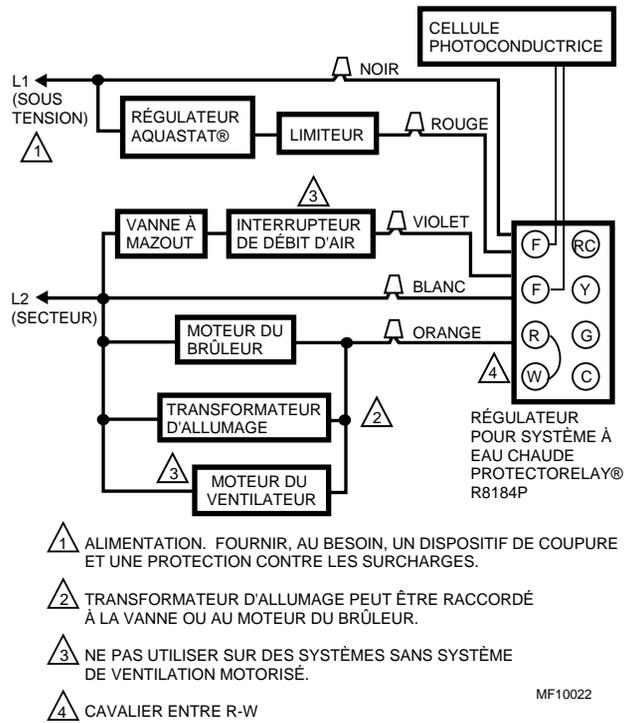

Fig. 8. Raccordement type pour le R8184P pour système à eau chaude.
- R8184P, raccordement pour système à eau chaude. Raccorder les conducteurs de la cellule photoélectrique aux bornes F-F. Voir Fig. 8.